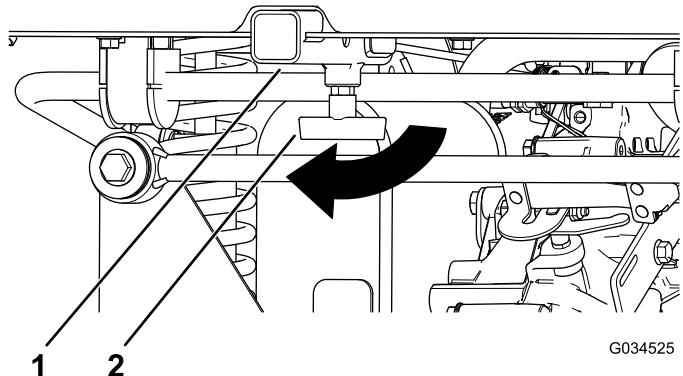

Рисунок 6
- Ослабьте Т-образную рукоятку на трубе приемного устройства (Рисунок 6).